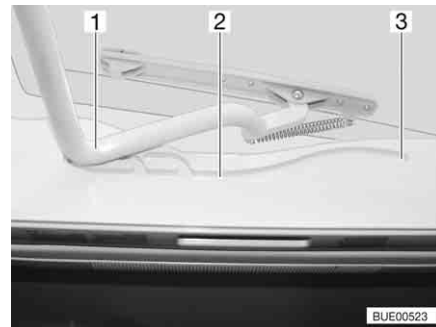

Bild 69 Heki-Dachhaube, Führung
- Den Bügel (Bild 69,1) in den Führungen (Bild 69,2) bis in die hinterste Position (Bild 69,3) ziehen.
- Den Bügel (Bild 69,1) mit beiden Händen leicht nach oben drücken.
- Den Bügel in den Führungen (Bild 69,2) bis zur gewünschten Stellung ziehen.